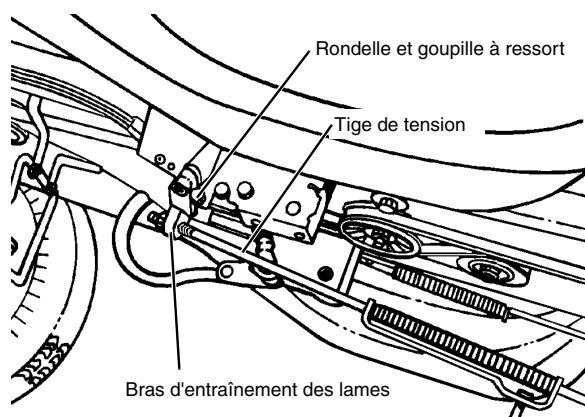
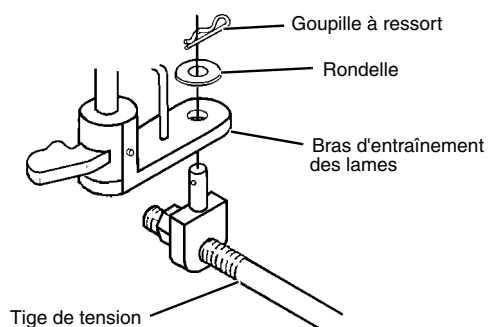

FIGURE 10
FIGURE 11
- Soulever la tige de tension et la fixer sur le bras d'entraînement des lames à l'aide d'une rondelle plate et d'une goupille à ressort (dans le sac de pièces) (voir FIGURE 10 et FIGURE 11).